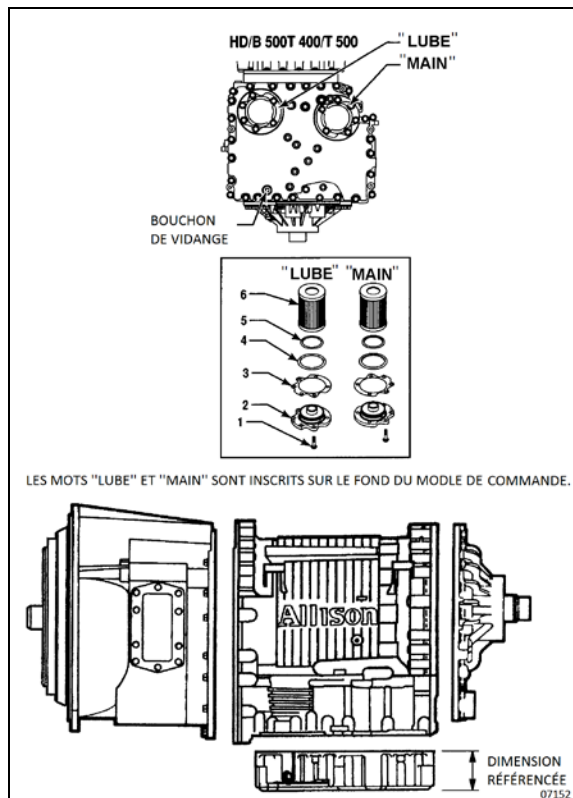

FIGURE 7: BOUCHON DE VIDANGE ET FILTRES
2. Déposer le bouchon de vidange situé sous la transmission (FIGURE 7) et laisser l'huile se vidanger dans un récipient approprié. Vérifier l'état de l'huile tel que décrit précédemment.
3. Enlever douze boulons (1), deux couvercles du filtre (2), deux joints (3), deux joints toriques (4), deux joints toriques (5) et les deux filtres (6) du bas du module de commande (FIGURE 7).
4. Lors de la repose des pièces, lubrifier et poser des joints toriques neufs (4) et (5) sur chaque couvercle (2). Lubrifier le joint torique intérieur du filtre (6) et pousser le filtre sur le couvercle (2). Poser des joints plats neufs (3) sur le couvercle (2) et aligner les trous du joint sur les trous du couvercle.